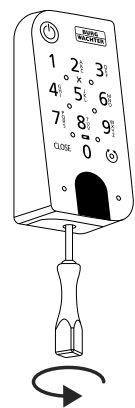

Fig. 7
- 1 Remova o parafuso da parte inferior do teclado com a chave de fenda Tx8 incluída (Fig. 7) e puxe o compartimento da pilha para baixo (Fig. 8).